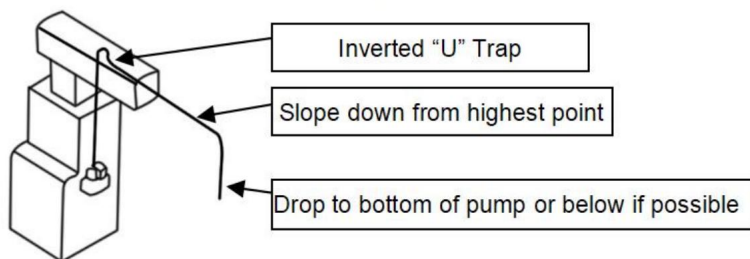

Figure 4
1. Poprowadź elastyczny przewód lub rurę od odpływu parownika do jednego z trzech wlotów pompy. Upewnij się, że przewód wlotowy jest nachylony w dół, aby umożliwić przepływ grawitacyjny (rysunek 4). Przedłuż rurę wlotową do zbiornika o 1 do 3 cali (2,5 do 7,5 cm), aby upewnić się, że nie będzie ona zakłócać prawidłowego działania pływaka. Upewnij się, że rura wlotowa jest przycięta pod kątem, gdzie wpływa do zbiornika.